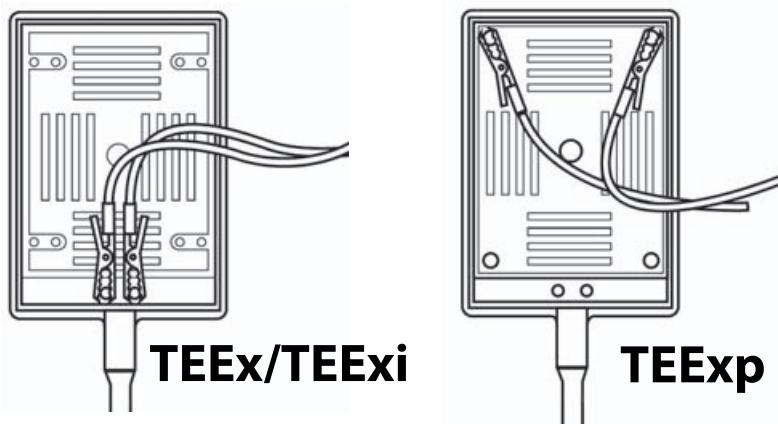

Figura 3 Ligação do conector do transdutor
- c Conecte os fios conectores vermelhos aos parafusos de cabeça oca no conector do transdutor conforme mostrado na **Figura 3**. A configuração dos fios condutores depende do seu modelo de transdutor. Consulte a etapa 2b para determinar o seu modelo de transdutor.